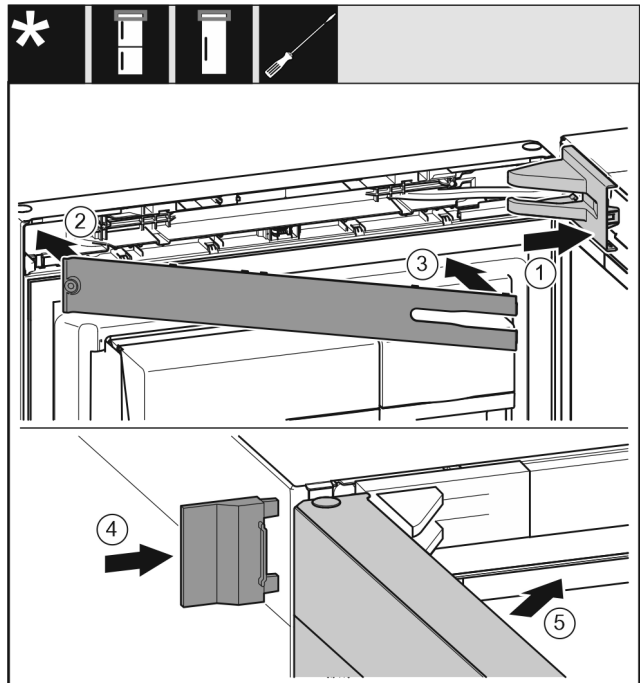

Fig. 22
- ▶ Поставете и фиксирайте капака на лагерната стойка, при нужда внимателно го натиснете настрани. Fig. 22 (1)
- ▶ Поставете капачката. Fig. 22 (2)
- ▶ Завъртете навътре капачката и я фиксирайте. Fig. 22 (3)
- ▶ Нахлузете външния капак. Fig. 22 (4)
- ▶ Затворете горната врата. Fig. 22 (5)